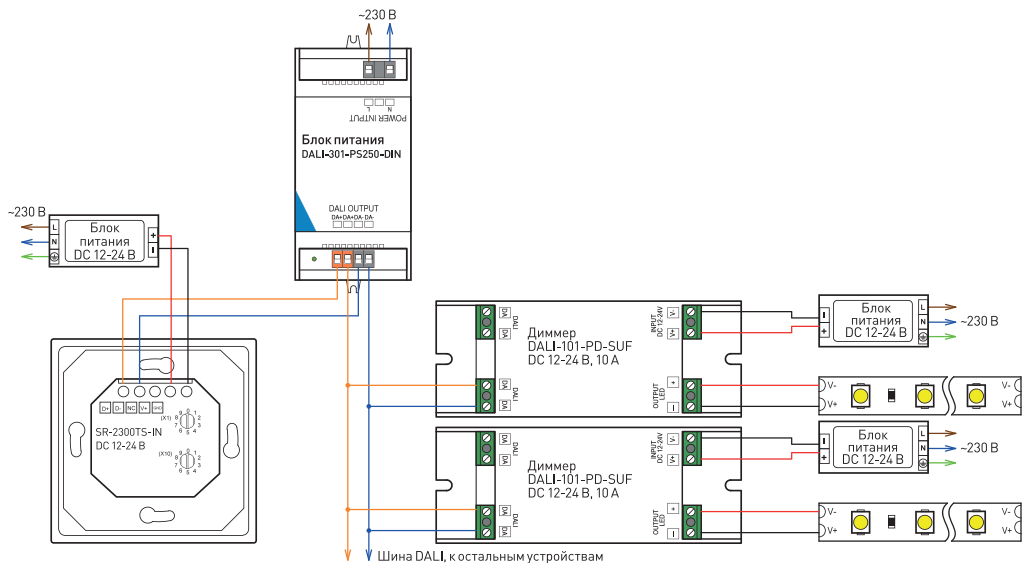

Рисунок 1. Подключение сенсорной панели SR-2300TS-IN
- 3.2. Подключите провода от шины DALI к клеммам **DA+** и **DA-** сенсорной панели (рисунок 1).